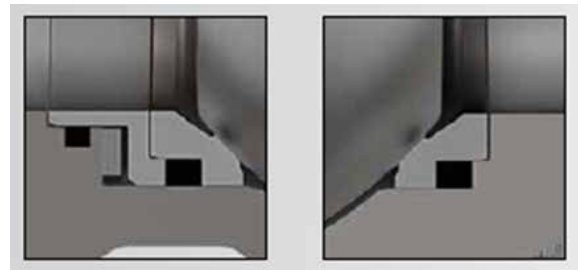

图 9
14. 将 S 形环 (#42) 插入阀体部分 (#1), 置于波形弹簧 (#41) 之上。保持 S 形环的方向, 如图 9 所示。